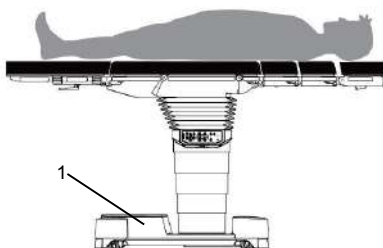

Рис. 2-34. Обратное положение пациента
Над основанием операционного стола (1) находятся ноги пациента, как показано на Рис. 2-34..